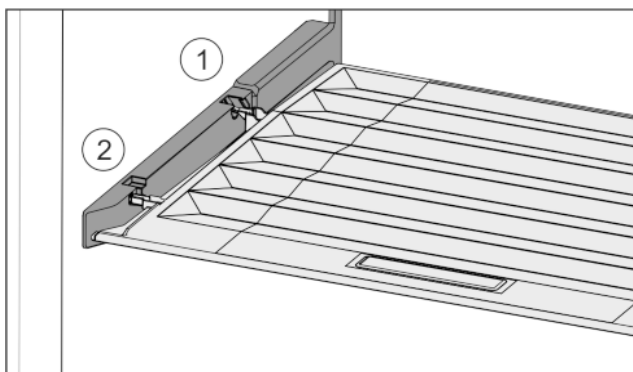

Fig. 31
- ▶ Ramiona pokrywy wprowadzić ponad otworem tylnego uchwyty Fig. 31 (1) i zazębić z przodu w uchwycie Fig. 31 (2).